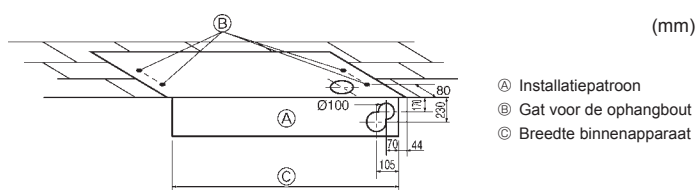

Fig. 3-3
3) Selectie van de locatie van de ophangbouten en de leidingen (Fig. 3-3)